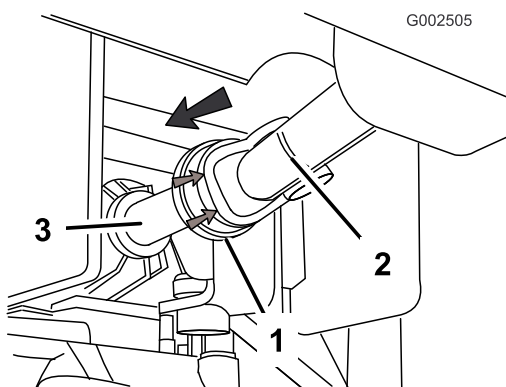

Figura 22
- Puxe para trás o resguardo de borracha da parte da frente do veio da transmissão da tomada de força (Figura 22).
- Monte o veio de transmissão no veio de saída da tomada de força (Figura 22).